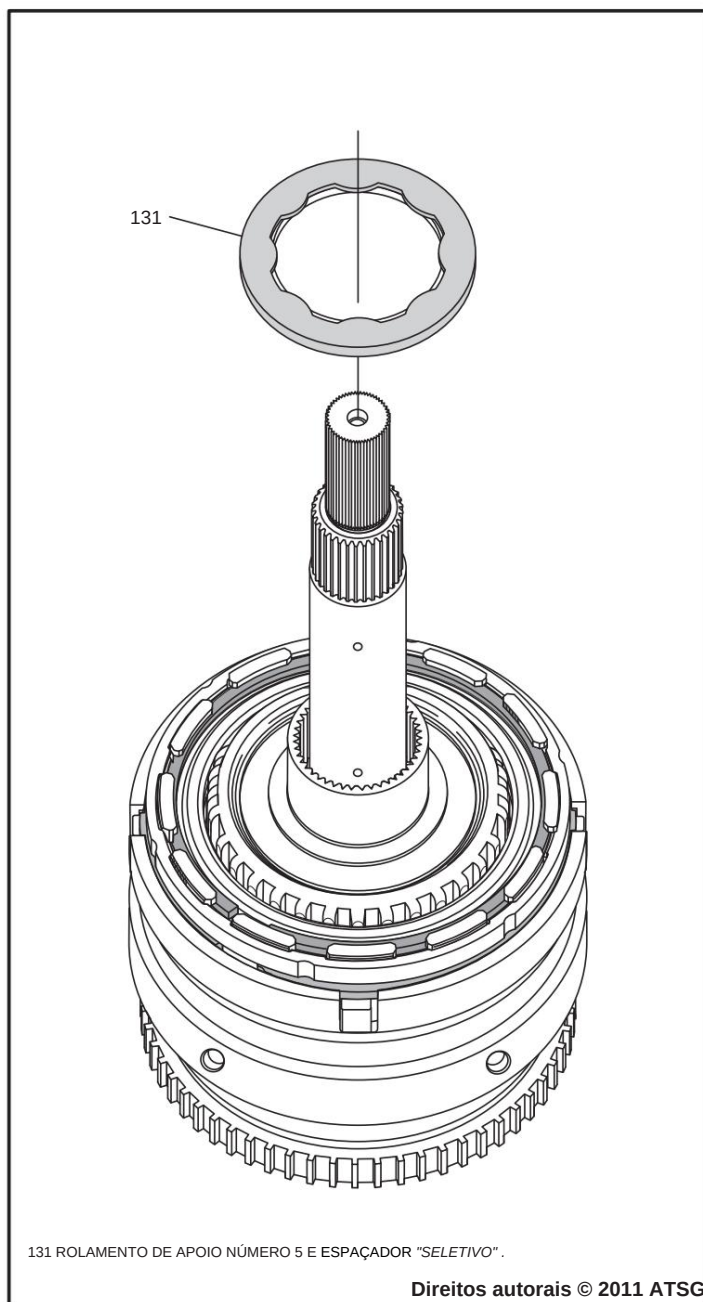

Figura 108
50. Instale o rolamento de encosto número 5 e o rolamento seletivo espaçador na parte traseira do cubo da embreagem reversa, como mostrado na Figura 108 e reter com TransJel®.